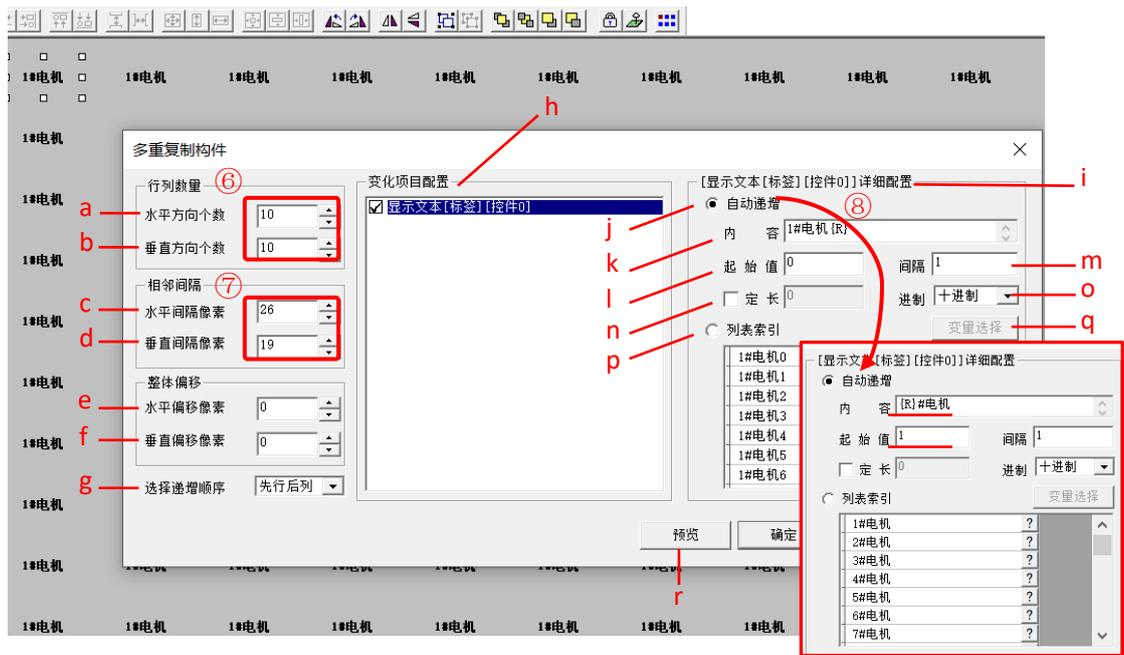

图 6.1-2 多重复制构件界面
- ② 将【标签】构件拖拽到画面的左上角，为接下来的多重复制留下足够的空间。
- ③ 选择【标签】构件，点击工具栏中的【多重复制】图形按钮，弹出【多重复制构件】设置界面。
- ④ 因为要组态 100 组电机指示灯，所以将【水平方向个数】和【垂直方向个数】各设置为 10。
- ⑤ 然后在【水平间隔像素】和【垂直间隔像素】中输入数值，点击下方的【预览】按钮，观察多重复制后矩阵的排列效果。注意需要预留出指示灯的位置。
- ⑥ 勾选【变化项目配置】列中的【显示文本[标签][控件 0]】前的复选框，这样右侧【详细配置】中的修改才会生效。
- ⑦ 在【自动递增】中自动生成的【内容】中，{R}为可递增变量，默认出现在文字最后，将它修改到需要的地方，如图 6.1-2 所示。起始值修改为【1】。修改完后，下方的【列表索引】中的预览内容也会随之改变。点击确定保存设置并关闭设置界面。